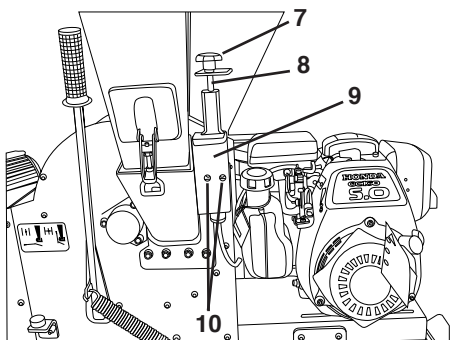

Figure 5
Le collier muni de la vis à poignée-étoile (7) doit être dirigé vers le côté de la trémie latérale. S'assurer que la tige filetée (8) plonge dans la fixation du commutateur de sécurité (9). Bien serrer les 4 vis de fixation (10) (voir « Figure 5 »).